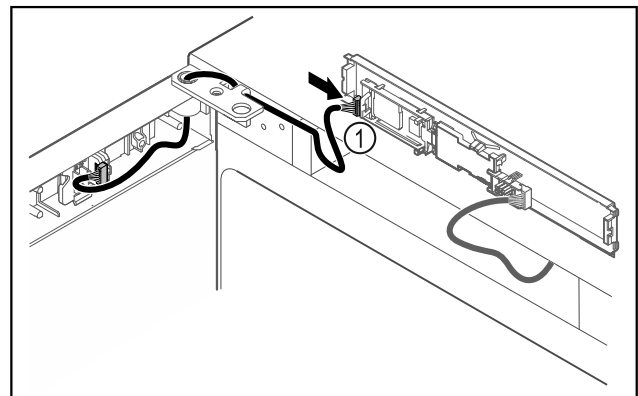

Fig. 43
- Brancher le connecteur Fig. 43 (1) sur la platine.